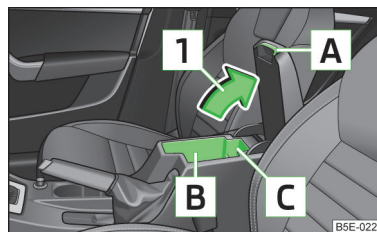

Fig. 67
- Trageți capacul cotierei de mânerul **A** în sensul săgeții **1** » fig. 67 și deschideți-l.
Zona **B** » fig. 67 a compartimentului de depozitare este prevăzută pentru depozitarea de obiecte cu o mărime de max. 98 mm x 104 mm x 142 mm.